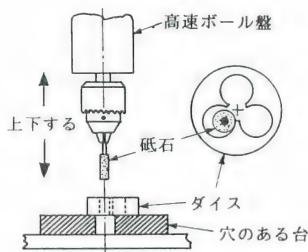

図12-9
- ①普通にねじを切ってから、ダイスを裏返してもう一度切ると、ねじの根元のやや近くまで切れます。
- ②ダイスの不良に注意。ダイスの刃先が欠けたり摩耗したりしますと；
- 切った面に「むしれ」が発生して非常に汚くなることがあります。など、いろいろと事故が多いものです。応急的にダイスを裏返して使うと改善される場合もありますが、いさぎよく新品に交換すべきです。欠けまたは摩耗が小さい場合には高速ボール盤にミニ砥石といしを付けて研磨できます(図12-9)。
- ③チャックが小さいと手回しでも工作物がスリップすることがあります。差支えなければ工作物径をや、小さめに削っておくとスリップも減り、力も少なくて済みます。